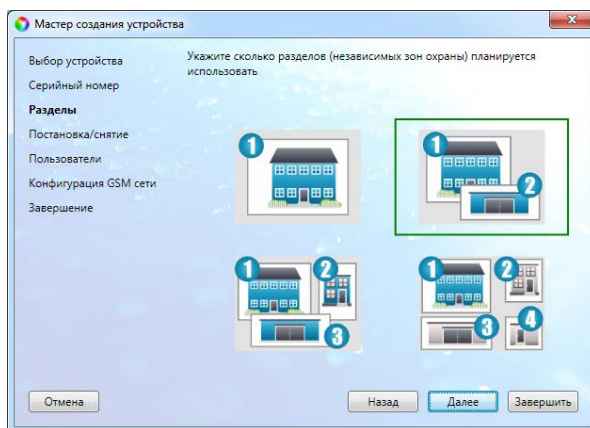

Рис. 5.7. Окно *Разделы*
10. В следующем окне *Разделы* выберите необходимое количество разделов (рис. 5.7).